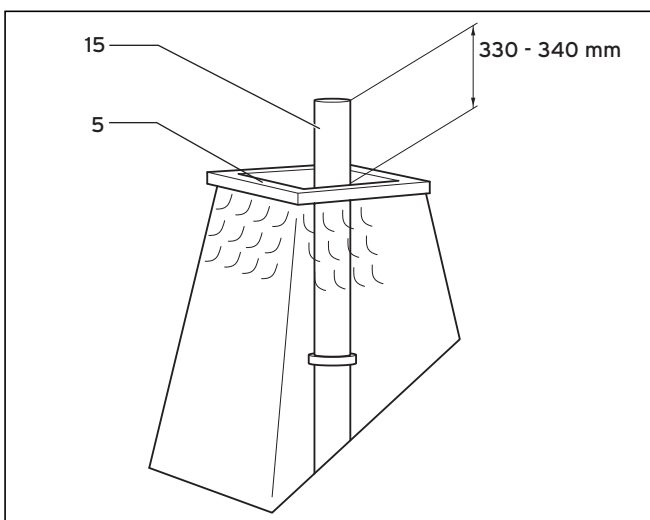

Рис. 5.61 Укорачивание трубы из нержавеющей стали
- Укоротите трубу из нержавеющей стали (15) согласно рис. 5.61.
- Вставьте трубу из нержавеющей стали (15) в соединительную деталь (3).